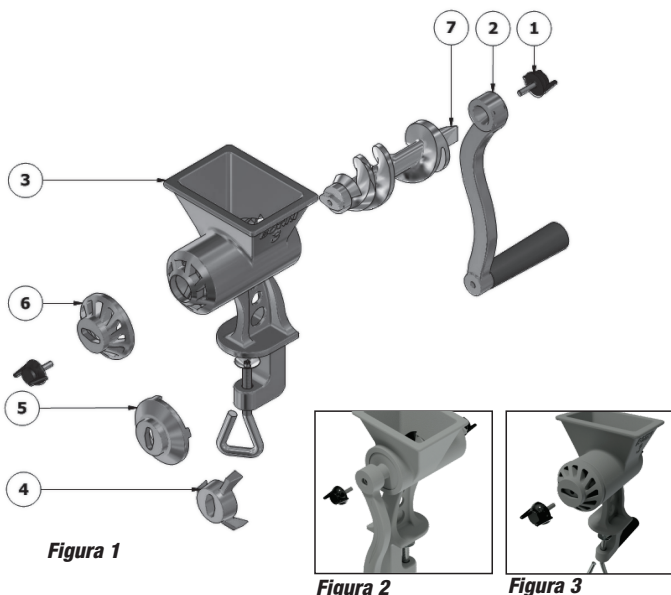

Figura 1
- Em seguida proceda com a montagem do picador conforme seqüência da figura 1.
- A montagem do picador deve ser feita conforme seqüência da figura 1.
- Fixe o moedor (4) em uma superfície plana e estável, através de seu prendedor regulável.